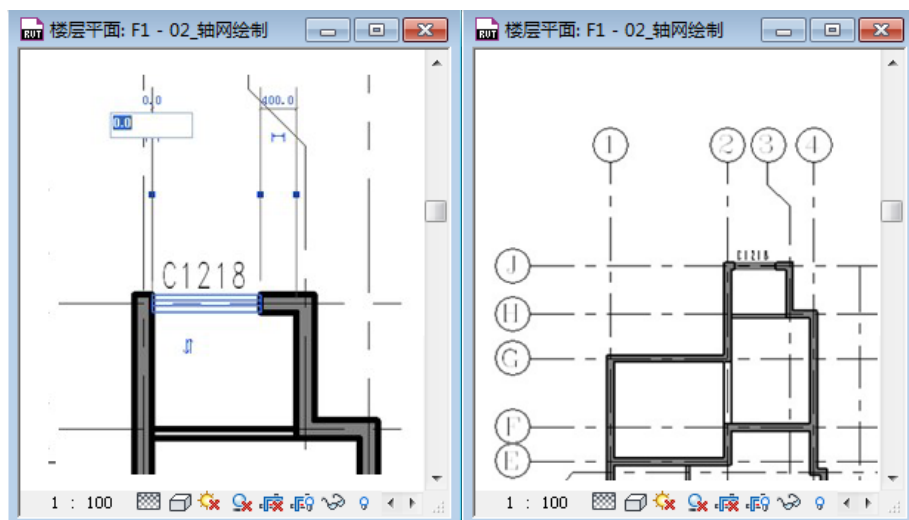

图 2-14
- 光标移动到绘图区域 J 轴上的墙体上，单击放置窗 C1218 至下图中 2、3 轴之间任意位置，选择窗刚刚插入的窗“C1218”，将左侧出现的与做左墙面的临时尺寸标注修改为 0，实现该窗的准确定位（如图 2-14 所示）。